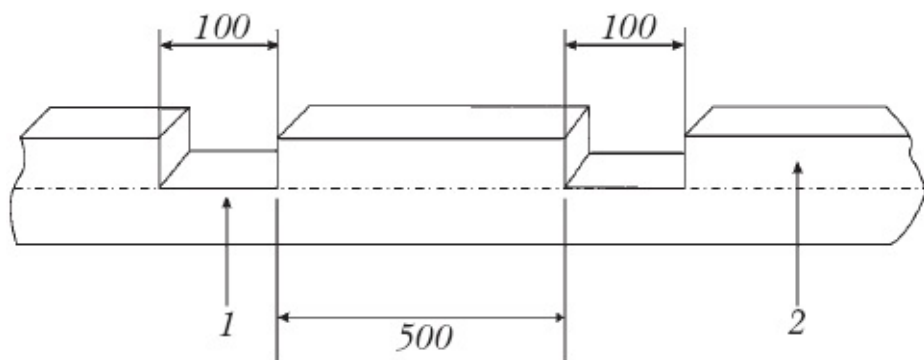

Рисунок 17.
3. На нижней обвязке разметьте пазы под опорные стойки (рис. 17).